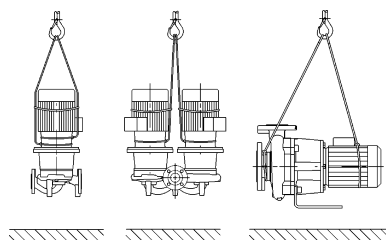

Fig. 7: Sūkņa transportēšana
- Pie motora izvietotās celšanas skrūves ar cilpu paredzētas tikai vadīšanai iekraušanas procesa laikā (Fig. 7).